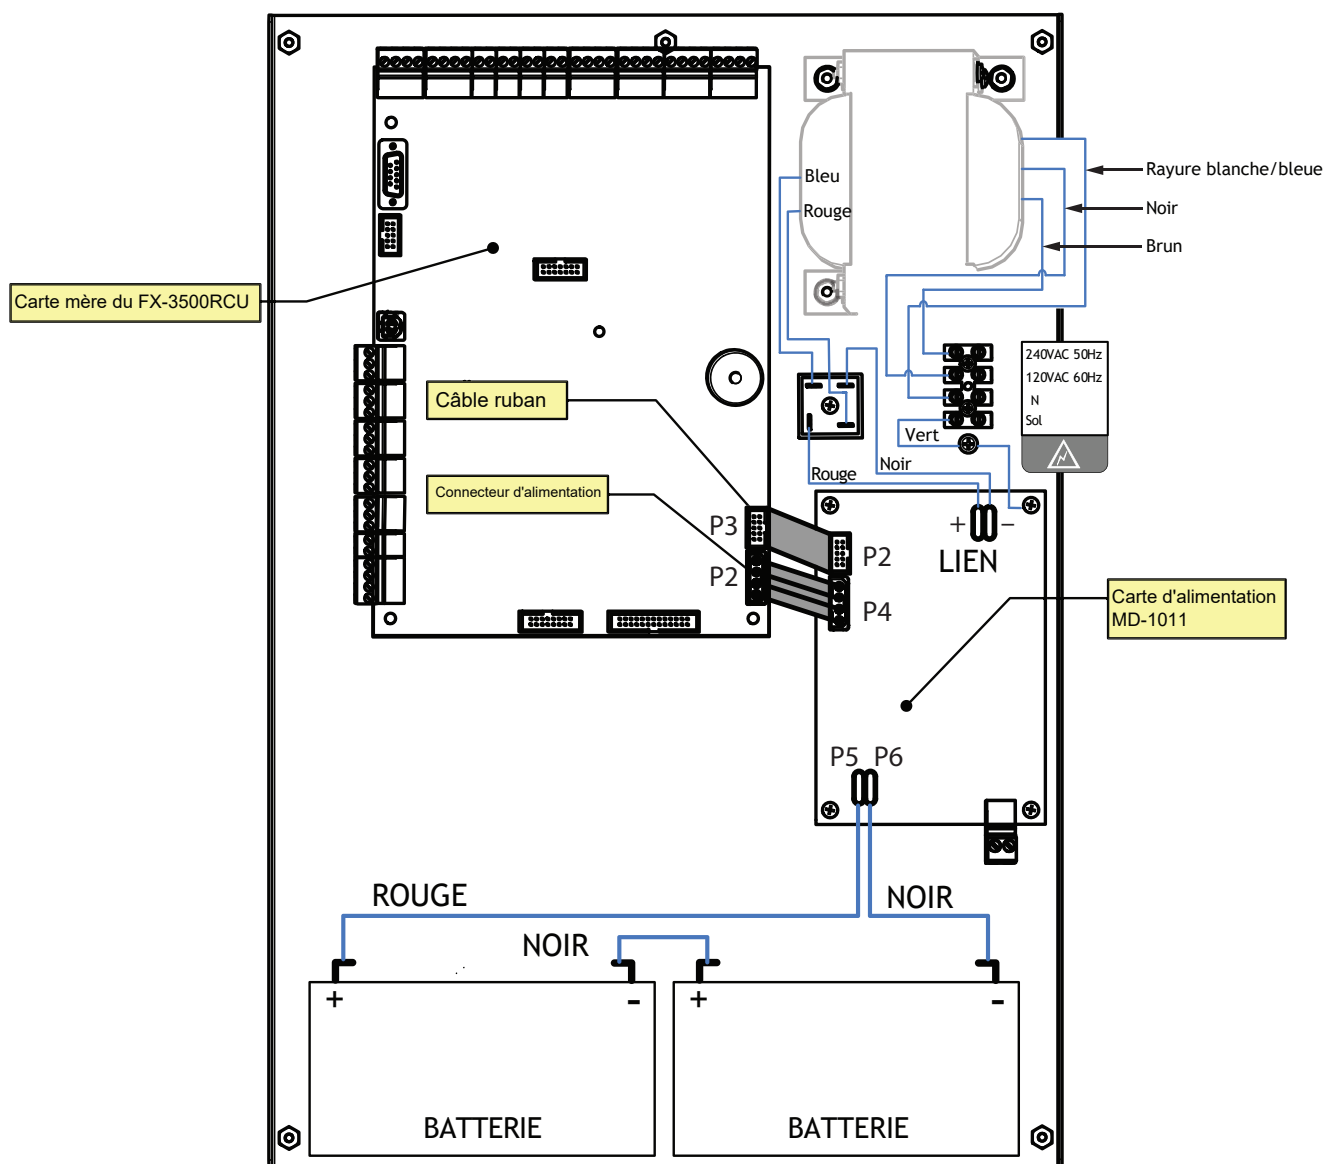

Figure 30 Câblage et connexions de d'alimentation principale
Câblez le bloc d'alimentation comme indiqué à la figure 30 et respectez les points suivants :
- Câblez l'alimentation en courant alternatif aux bornes de câblage du courant alternatif, comme indiqué à la figure 30, en utilisant un fil de calibre approprié, une isolation de 600 volts et un circuit de protection contre les surintensités conforme aux réglementations locales.